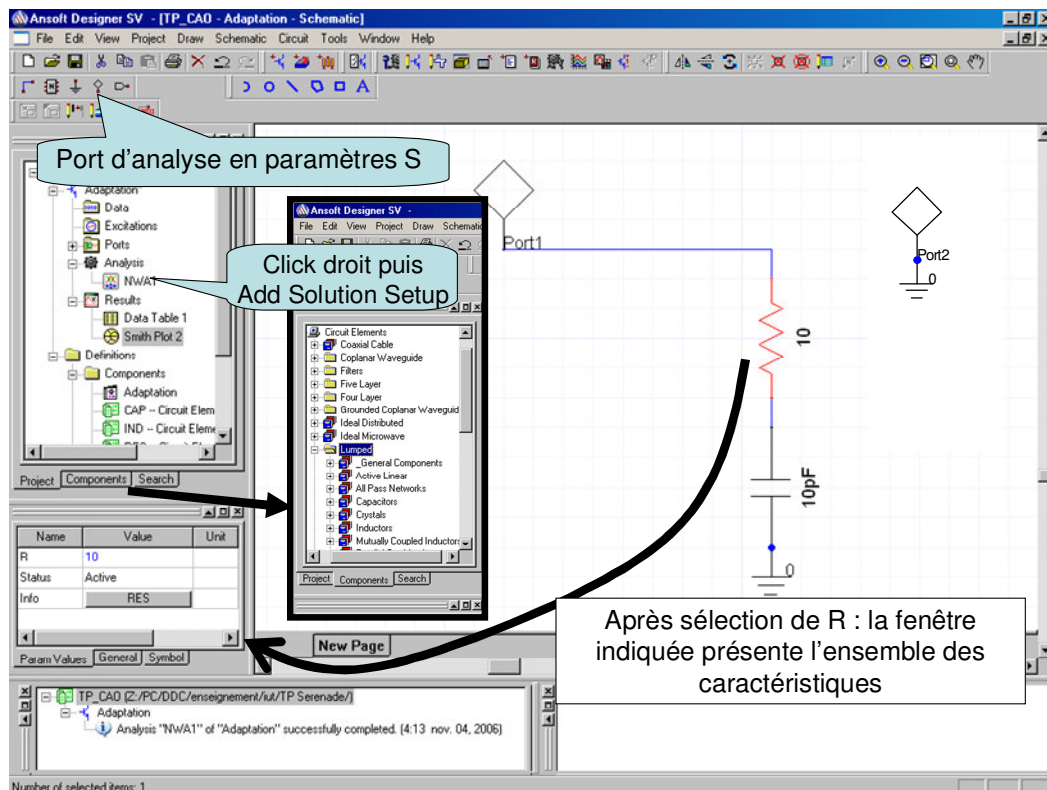

Figure 1 : Simulation du coefficient de réflexion sur 50 Ω d'une charge quelconque
- Placer (voir indications figure 1) :
- Définir une analyse : click droit sur *Analysis* puis sélectionner *Add Solution Setup* (voir figure 1). Dans la fenêtre *Sweep variable* : faire *Add* puis *linear step*. Vous pouvez alors définir les fréquences *start stop* et *step* de votre analyse : mettre 0.5GHz, 2GHz et 0.1GHz respectivement (n'oubliez pas de faire *Add* puis *Ok* puis *Terminer*).